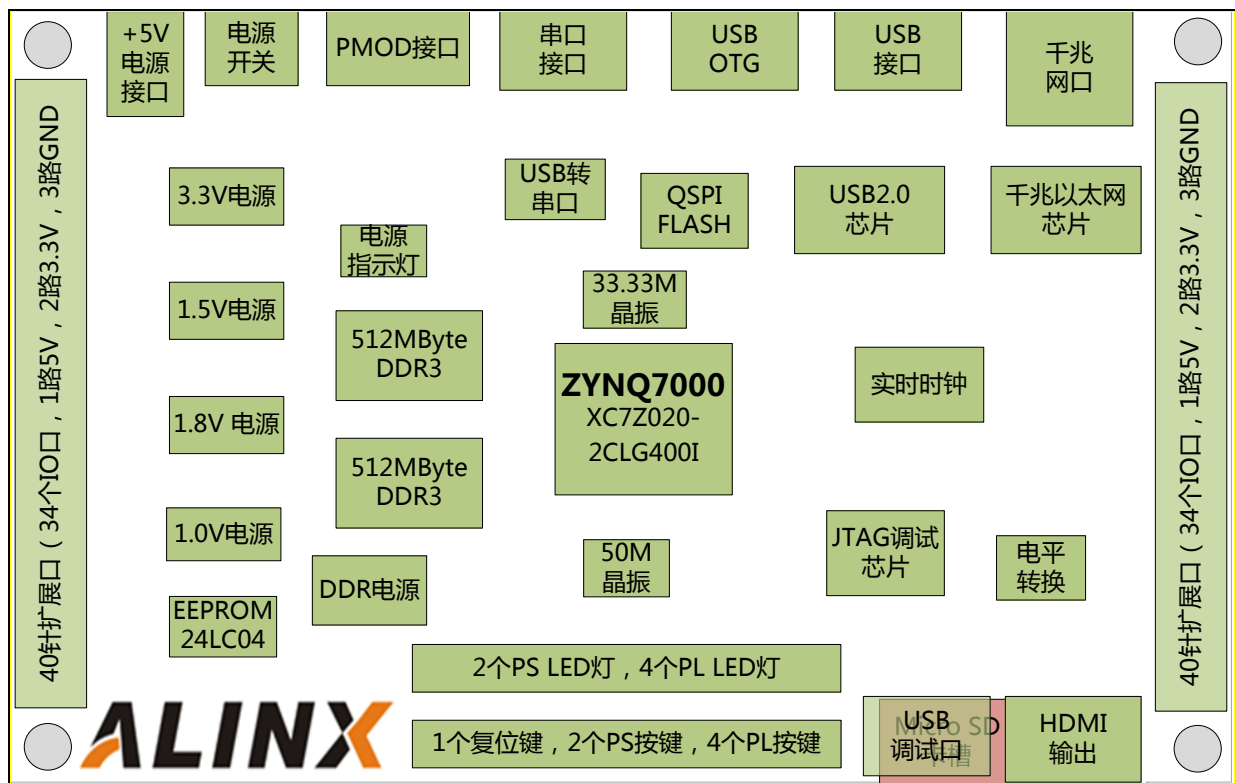

图 1-2 AX7020 结构示意图
此款开发板使用的是 Xilinx 公司的 Zynq7000 系列的芯片，型号为 XC7Z020-2CLG400I，400 个引脚的 FBGA 封装。ZYNQ7000 芯片可分成处理器系统部分 Processor System (PS) 和可编程逻辑部分 Programmable Logic (PL)。在 AX7020 开发板上，ZYNQ7000 的 PS 部分和 PL 部分都搭载了丰富的外部接口和设备，方便用户的使用和功能验证。另外开发板上集成了 Xilinx USB Cable 下载器电路，用户只要用一个 USB 线就可以对开发板进行下载和调试。图 1-2 为整个 AX7020 整个系统的结构示意图：